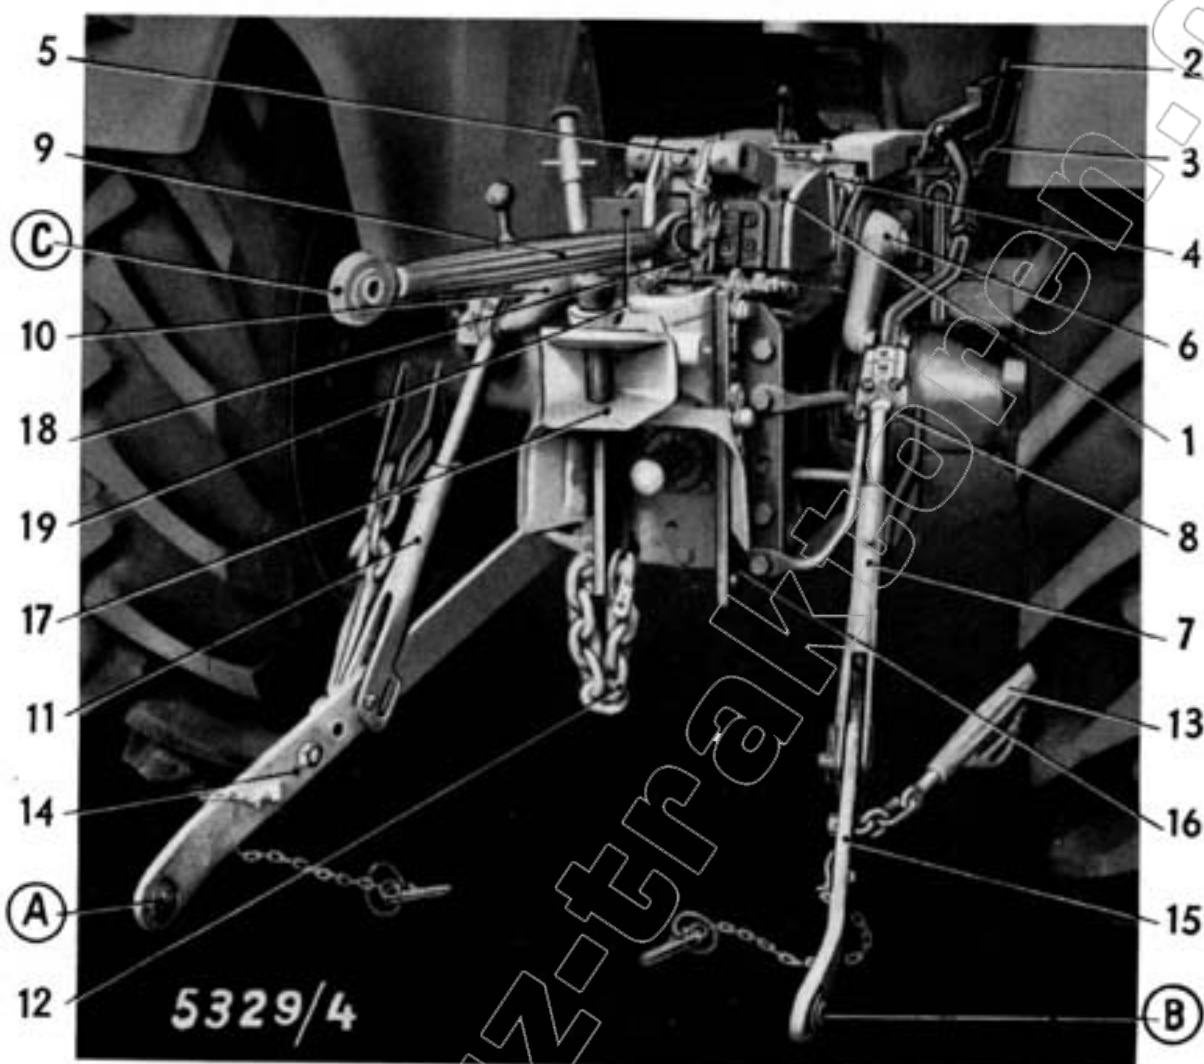
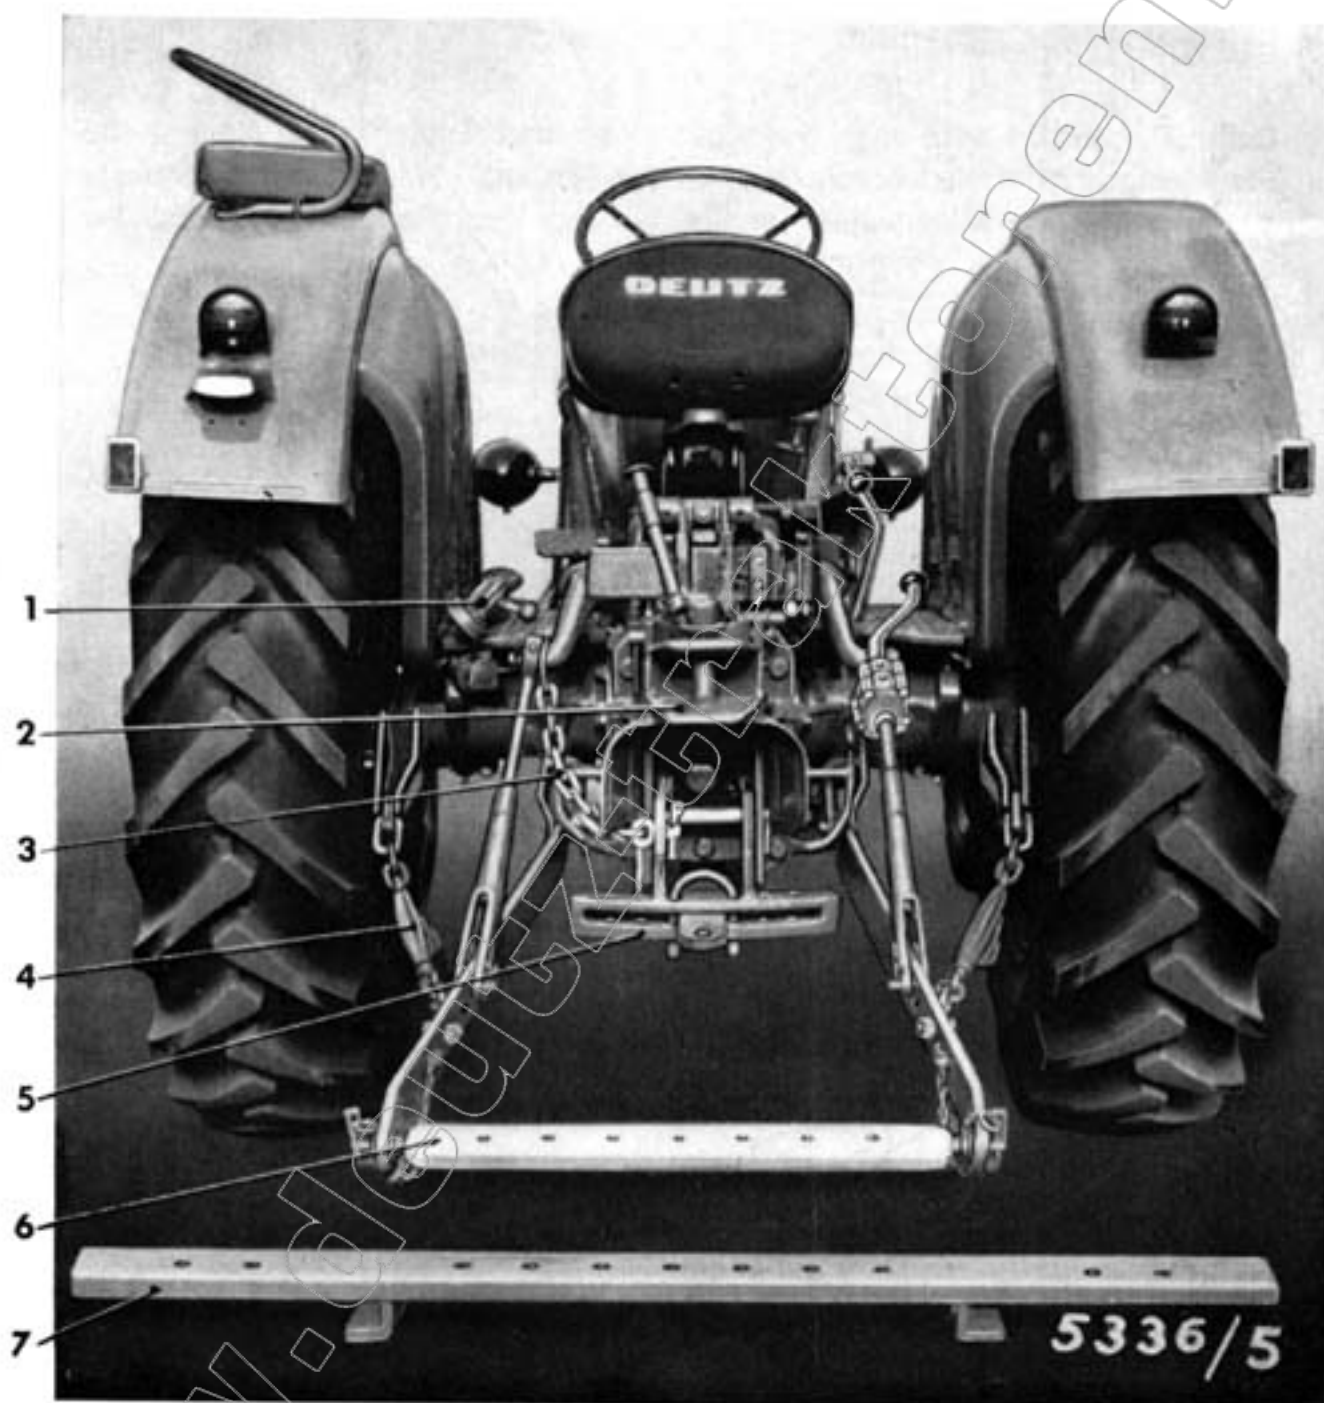

Bild 27
Bild 39
Die Dreipunktkupplung besteht aus den beiden unteren Lenkern 14 und 15, dem oberen Lenker 9, der Anhängeschiene 6 oder 7 (Bild 39) und den beiden Verbindungsstangen 7 und 11 (Bild 27). Die rechte Verbindungsstange (Hubstange) besitzt eine Handkurbel, die ein Verkürzen oder Verlängern der Stange zum Anpassen des rechten unteren Lenkers an die Koppelhöhe des Arbeitsgerätes und den waagerechten Ausgleich der beiden unteren Lenker ermöglicht. Die linke Verbindungsstange kann durch Verdrehen ebenfalls in der Länge verstellt werden.
schienen wird durch die Spannketten 4 – Bild 39 verhindert.) Darüber hinaus
5. **Spannketten** (4 – Bild 39)
Werden einachsige Anhängegeräte an die Anhängeschiene oder die unteren Lenker angeschlossen, muß die Aufwärtsbewegung der Hubarme durch die Stabilisierungskette – 3 – Bild 39 begrenzt werden, da der Hubkolben im Druckzylinder nach oben nicht hydraulisch begrenzt wird.